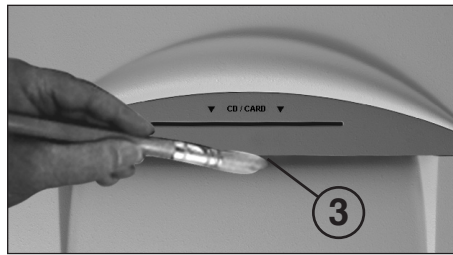

Рис. 4
ЧИСТКА СВЕТОДАТЧИКА (Рис. 4):
Вы можете удалить эти кусочки бумаги, то есть очистить светодатчик, тем что Вы введёте во входной паз новый лист бумаги, или Вы переключите направление вращения режущего механизма на обратное, удалите остатки бумаги и с помощью кисточки очистите оба "глаза" светодатчика (3) (рис. 4).